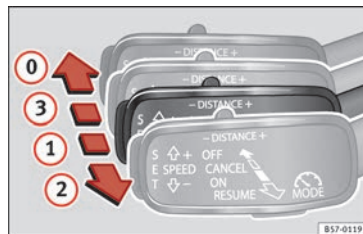

Fig. 180 À gauche de la colonne de direction : troisième levier pour utiliser le régulateur de vitesse adaptatif.
Il est possible de réactiver l'ACC en tirant le levier jusqu'à la position ② » fig. 180.